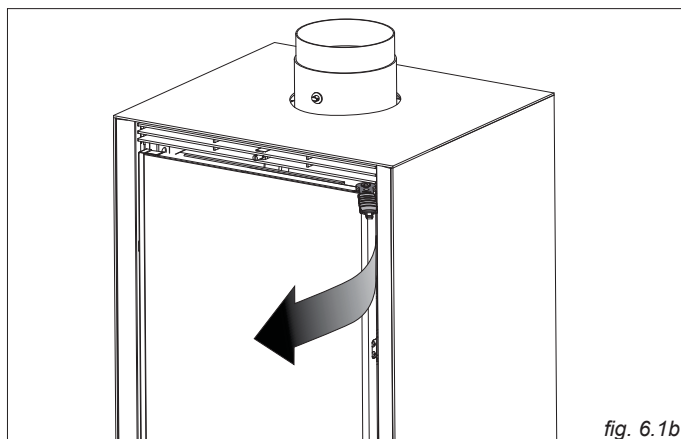

fig. 6.1b
- **IKI UP:** stecken Sie den mitgelieferten Schlüssel in den Haken der oberen Seite der Tür (Bild 6.1b.), Und ziehen Sie sie zu sich hin.